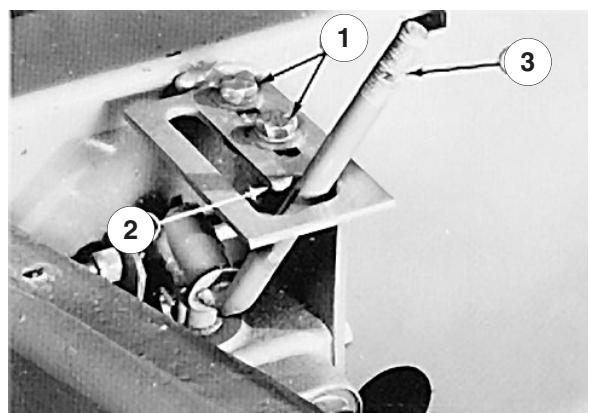

Bild 47
- Lösen Sie die beiden Kopfschrauben oben auf der Hubhebelklinke (Bild 47). Platzieren Sie die Klinke auf der abgerundeten Spitze der Klinke (Bild 47) und schieben Sie die Klinke nach vorne, bis Sie einen Widerstand spüren. Dann ziehen Sie die Kopfschrauben an, um die Klinke zu befestigen. Überprüfen Sie, ob sich der Hubhebel frei bewegen lässt, indem Sie ihn von der Position ANHEBEN oder TRANSPORT in die Position SCHWEBEN bringen. Der Hubhebel sollte den abgerundeten Teil der Klinke gerade nicht berühren, wenn der Hebel in die Position SCHWEBEN gebracht wird.